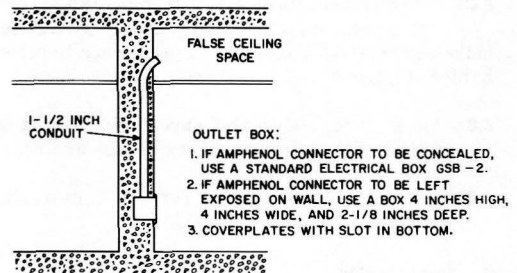

Fig. 11—Conduit Wall
- (a) A 1-1/2 inch conduit in wall or partition to outlet box (Fig. 11)